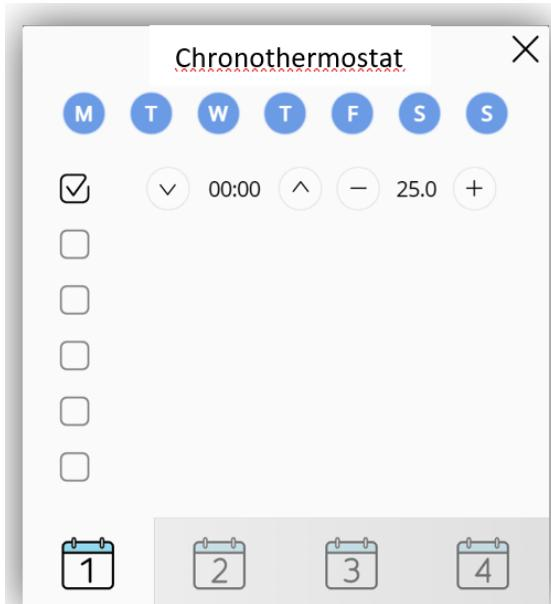

Figure 109. Panneau du chrono-thermostat
- **Valeur minimale de consigne [-99 ... 18 ... 199][°C]**: valeur minimale de consigne que l'utilisateur pourra configurer dans le panneau du chrono-thermostat (voir Figure 109).
- **Valeur maximale de consigne [-99 ... 30 ... 199][°C]**: valeur maximale de consigne que l'utilisateur pourra configurer dans le panneau du chrono-thermostat (voir Figure 109).